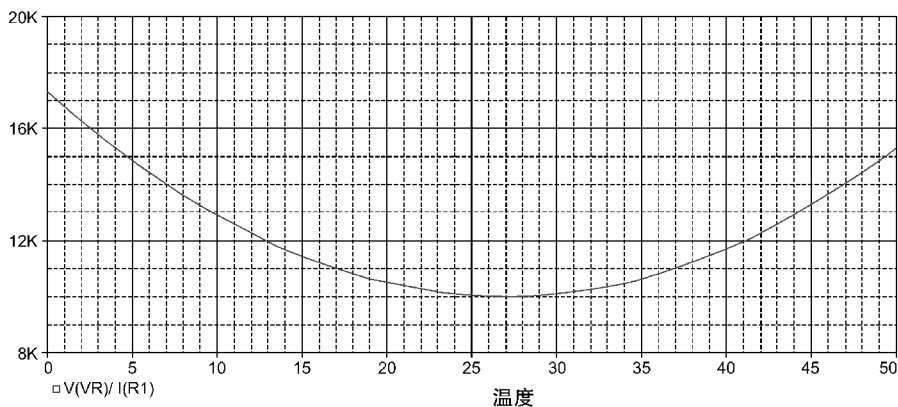

图 15.10 温度变化时,二次温度系数 TC2 对电阻值的影响
7. 在 Probe 屏幕图形显示窗口中选择菜单 **Window > Display Control > Last Session > Restore**，将会得到如图 15.10 所示的二次曲线波形。